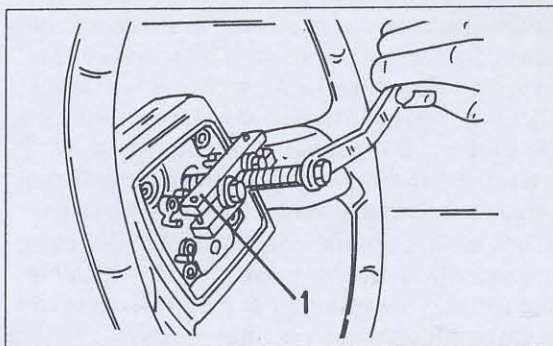

Bild 282
- Lenkradmutter lösen. Das Lenkrad muss mit einem Abzieher heruntergezogen werden. Diesen kann man in die beiden in der Lenkradnabe eingearbeiteten Gewindebohrungen einschrauben, wie es in Bild 282 gezeigt ist. Ein Druckstück muss auf das Ende der Lenkwelle aufgelegt werden. Durch gleichmässiges Anziehen der Schraube kommt das Lenkrad herunter. Vor dem Herunterziehen des Lenkrades sollten die Räder in Geradeausstellung gebracht werden. Ebenfalls den Sitz des Lenkrades auf der Lenkwelle kennzeichnen.